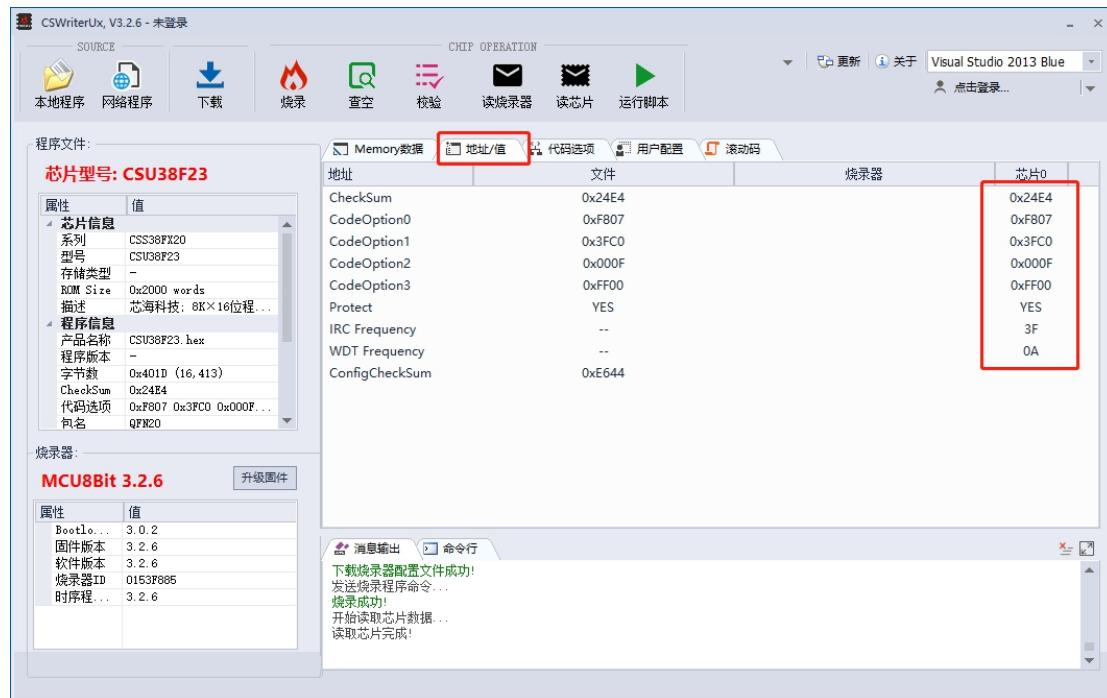

图 18 加密后读取芯片代码选项值
(2) 芯片加密烧录后, 能够读出代码选项值, 且读出的代码选项与预设值一致, 包括 Checksum、option、Protect 等值, 如图 18 所示。